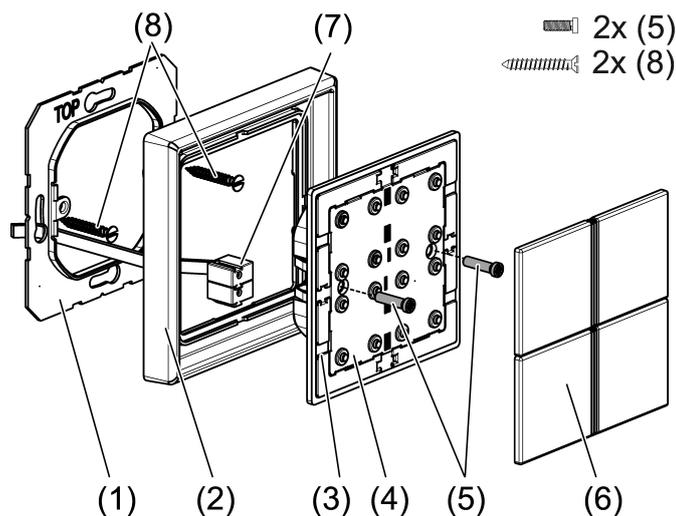

рисунок 1: Монтаж модуля тактильных датчиков
- Установите переходную рамку (3) в правильном положении спереди на модуль тактильных датчиков (4) (см. рисунок 1). Соблюдайте маркировку TOP = верх.